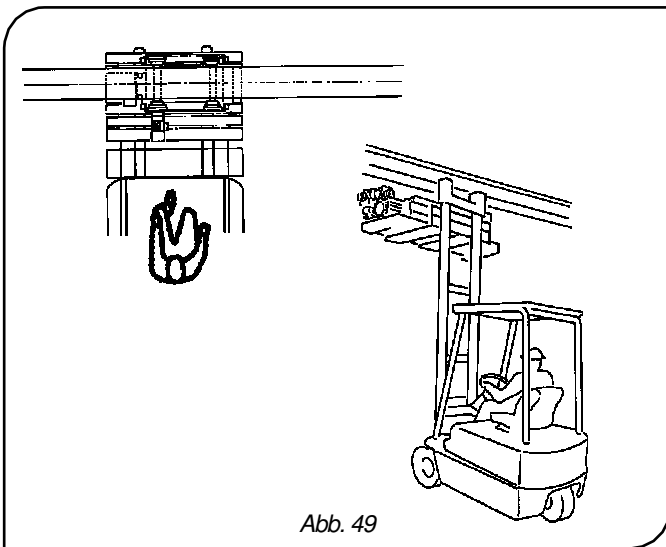

Abb. 49
5. Die Palette muss nun mit Hilfe eines Gabelstaplers oder eines anderen dafür geeigneten Mittels aufgenommen und bewegt werden, wobei die Palette so angeordnet sein muss, dass die vertikale Achse des Trägers senkrecht zu der des E-Zugs verläuft und die horizontalen Achsen von Träger und E-Zug parallel verlaufen (Abb. 49).